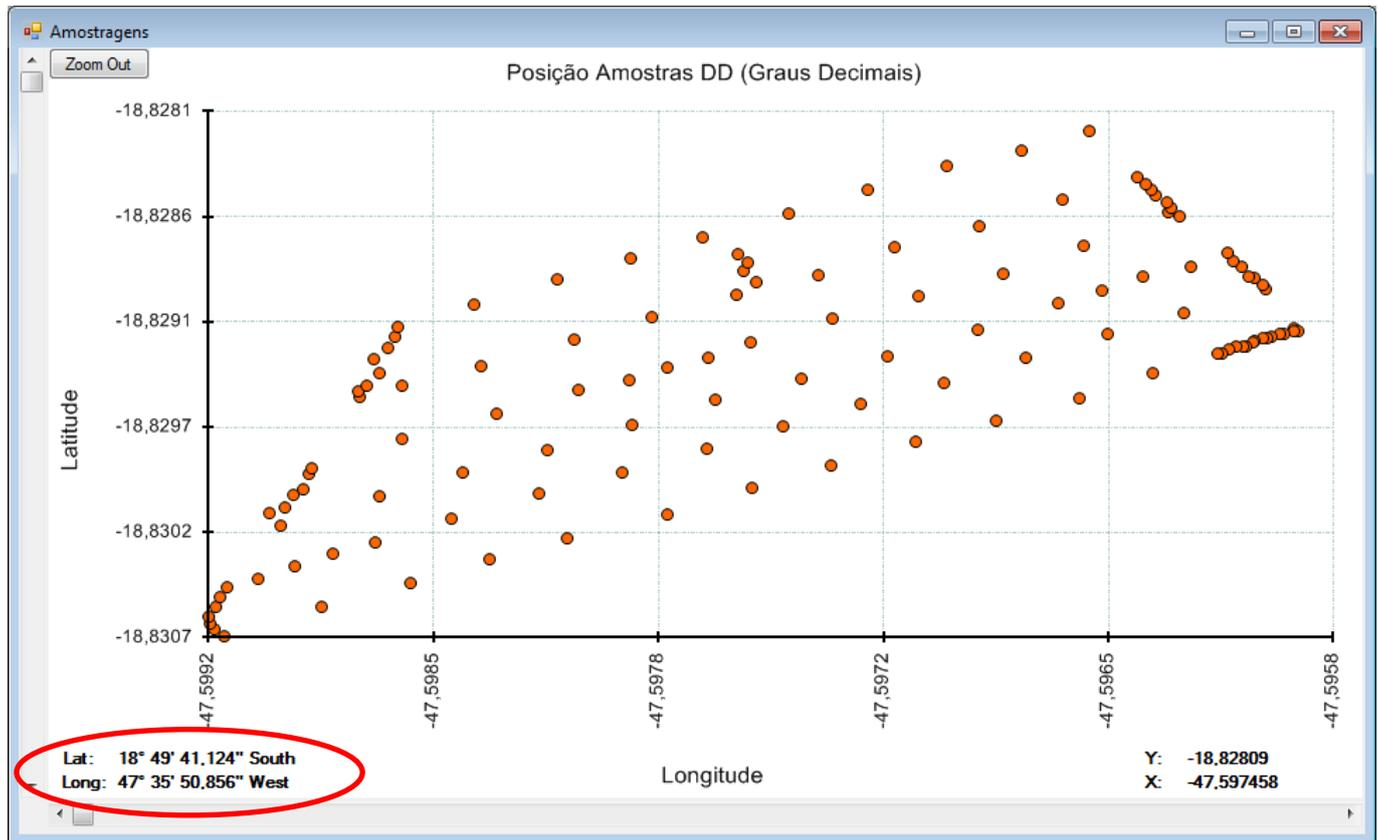

Figura 19 – Gráfico de Amostras
Após a conclusão da transferência dos dados do PNT-2000 para o PNTView (PC), a tela de Amostragens será apresentada, conforme Figura 19 indicado abaixo:
A tela acima mostra todos os ensaios (amostras) realizados pelo usuário que estavam contidos dentro da memória do PNT-2000. Desta forma o usuário tem uma visualização espacial de todos os pontos amostrados. Para saber com precisão as coordenadas (Latitude, Longitude) de cada ponto basta ir com o mouse em cima do ponto no gráfico e verificar as coordenadas no canto inferior esquerdo, conforme destacado na Figura 19.